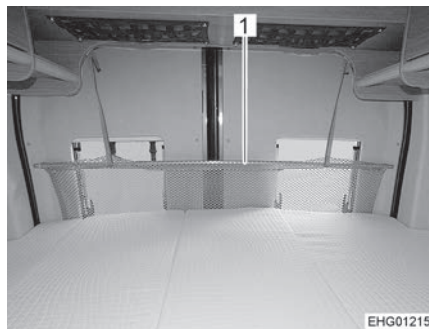

Fig. 50 Protection antichute (lit ar-rière longitudinal)
- ▷ Les fenêtres des portes arrière sont dotées d'une protection antichute (Fig. 50,1).